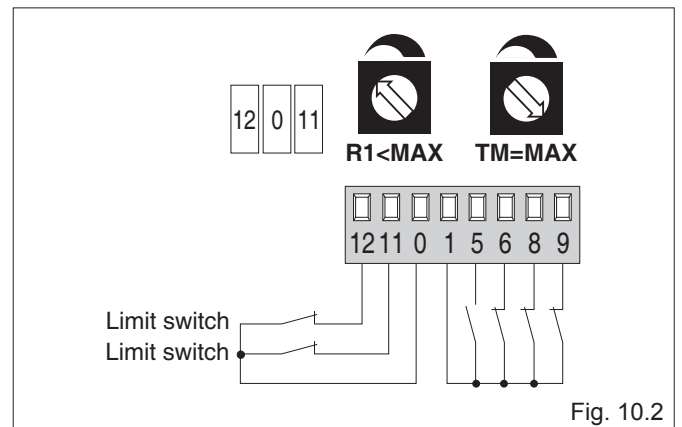

Fig. 10.2
**- (Fig. 10.2) A portinhola bloqueia-se nos fim de curso e inverte nos obstáculos.**